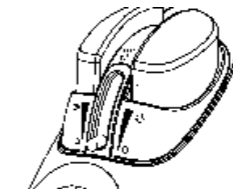

Рис.2
1. Установите регулятор подачи пара в положение "0" (Рис.2).
2. Установите регулятор подачи пара в положение "0" (Рис.2). Затем наполните резервуар утюга чистой проточной водой, следуя вышеописанным инструкциям.
2. Установите регулятор подачи пара в положение "0" (Рис.2).